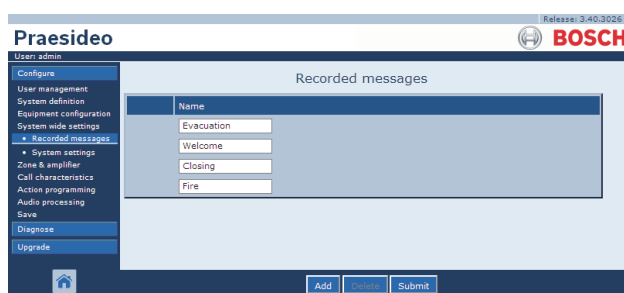

figura 45.5: Registrar uma mensagem, passo 4
- 4 Clique no botão *OK* para adicionar a mensagem gravada à lista de mensagens gravadas registadas. Aparece um ecrã semelhante ao da figura 45.5 na moldura principal da interface da Web.